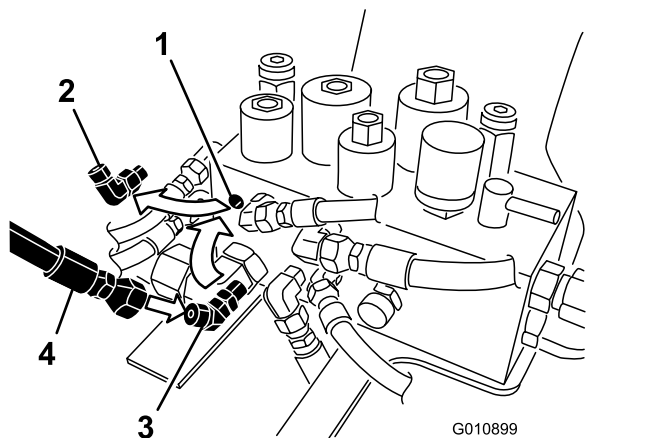

図 3
- 油圧マニホールドのL1ポートについている 90° フィッティングからホースを外す 図 3。フィッティングが付いている角度を記録しておくこと。
- 油圧マニホールドについている 90° フィッティングを外して、代わりに 45° フィッティングを取り付ける 図 3。フィッティングは、前のフィッティングとほぼ同じ角度にセットする。
- 油圧ホースを45° フィッティングに接続する 図 3。